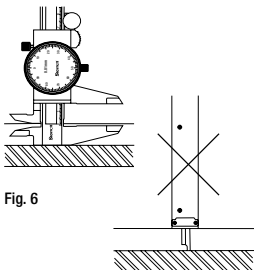

Fig. 6
- **Misurazione di ca mme:** aprire le ganasce un po' di più della ca mme, posizionare la superficie di tracciatura sulla parte inferiore della ca mme. Avvicinare la superficie di tracciatura di riferimento (11) alla superficie della parte (fig. 6).